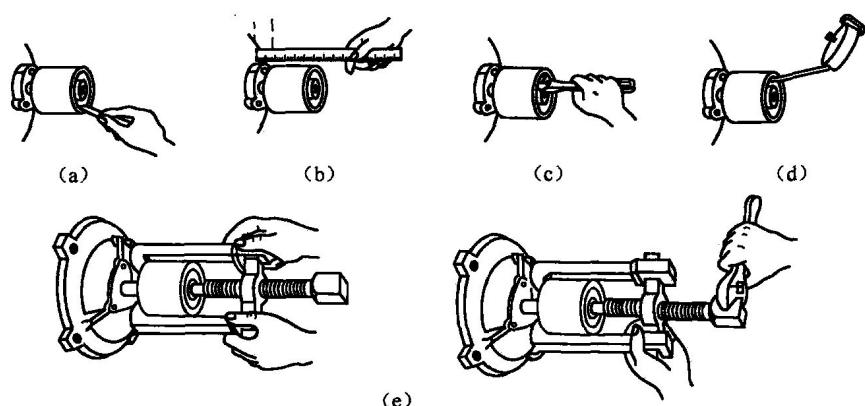

图 1.1.4 带轮或联轴器的拆卸
带轮或联轴器的拆卸步骤如下(参看图 1.1.4 的(a)~(e))。
- ① 用粉笔标好带轮的正反面,以免安装时装反。
- ② 在带轮(或联轴器)的轴伸端做好标记。
- ③ 松下带轮或联轴器上的压紧螺钉或销子。
- ④ 在螺钉孔内注入煤油。
- ⑤ 按图 1.1.4 所示的方法装好拉具,拉具螺杆的中心线要对准电动机轴的中心线,转动丝杆,掌握力度,把带轮或联轴器慢慢拉出,切忌硬拆。对带轮或联轴器较紧的电动机,按此法拉出仍有困难时,可用喷灯等急火在带轮外侧轴套四周加热(掌握好温度,以防变形),使其膨胀就可拉出。在拆卸过程中,严禁用手锤直接敲出带轮,避免造成带轮或联轴器碎裂,使轴变形、端盖受损。